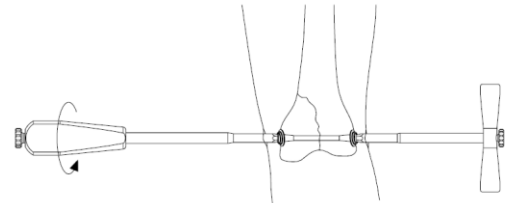

図 4-2
②顆部用ロックナット抜去レンチにナットを組み付け、ガイドワイヤー越しに挿入します。抜去レンチを保持し、ドライバーを回転させて圧迫固定します。（図 4-2）